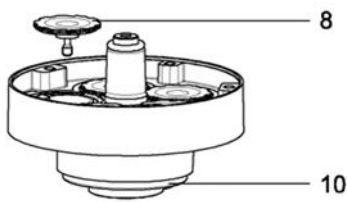

Fig. 6
1. Membranen (8) von Hand in Taumelscheibe (10) einschrauben und gut anziehen.
2. Gemäss Fig. 6 Membranadapter (9) auf eine geeignete Unterlage stellen.